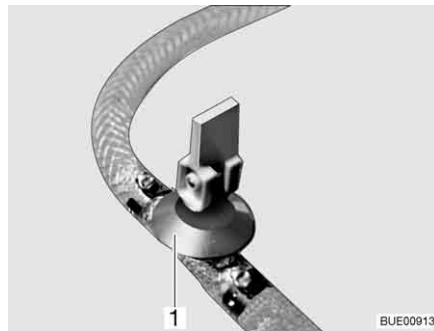

Bild 162 Ablasshahn
- Ablasshahn/Ablasshähne schließen. Dazu den Kipphebel (Bild 162,1) waagrecht stellen.
- Ablasshahn/Ablasshähne (Bild 162) öffnen. Dazu den Kipphebel (Bild 162,1) senkrecht stellen. Der Boiler wird nach außen entleert.